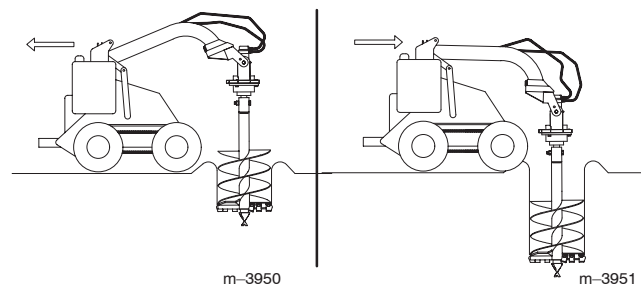

Bild 7
6. Senken Sie den Erdbohrer langsam ab, wenn der Boden aufgebrochen ist. Wenn Sie tiefer graben, bewegen Sie die Zugmaschine nach vorne oder hinten, damit der Erdbohrer vertikal bleibt (Bild 7).